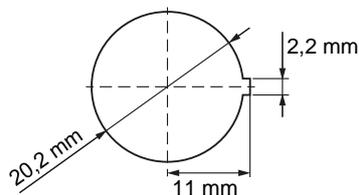

Figure 24 : Trou pour l'appareil de contrôle
- ▶ Pour l'appareil de contrôle, effectuez un trou $\varnothing = 20,2$ mm dans le tableau de bord (voir Figure 24).